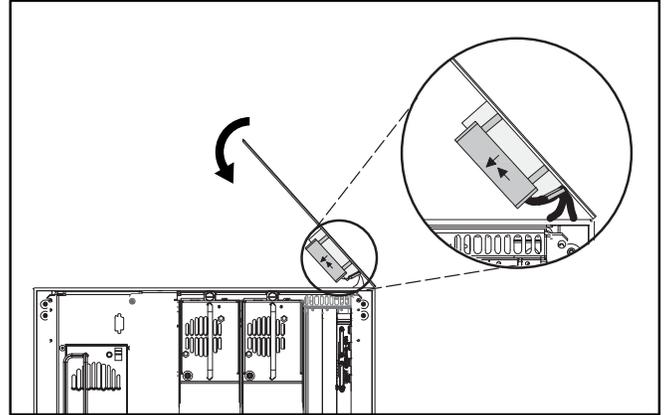

Figura 7: Colocación de la nueva cubierta
13. Coloque el borde exterior de la cubierta del Kit de Actualización Térmica como se muestra y bájelo hasta la unidad. Consulte la Figura 7.